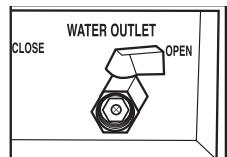

Fig. 2
3. Enjuague cuidadosamente la cuba, y luego vacíela, abriendo la válvula de desagüe ("WATER OUTLET"), accesible cuando el panel de puerta está abierto (Fig. 2). Nota: es posible conectar un tubo (no incluido) a la válvula de desagüe, usando una conexión NPT  $\frac{1}{2}$  x 12). Abra (posición "OPEN") la válvula y vacíe el agua en un balde o recipiente similar.
Apague y desconecte el aparato. Permita que el agua se enfrie hasta llegar a la temperatura ambiente. (Fig. 2). Nota: es posible conectar un tubo (no proveído) a la válvula de desagüe, usando una conexión NPT ½ x 12), o vaciar el agua directamente por la válvula. Abra (posición “OPEN”) la válvula y vacíe el agua en un balde o recipiente similar.